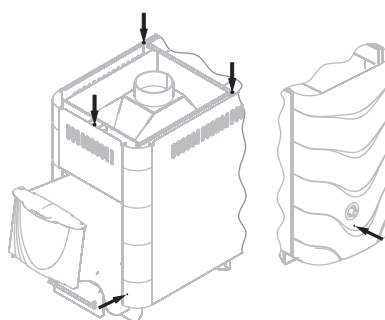

Bild 14. Bohrschrauben für Demontage Ofenkonvektors
3. 6 Bohrschrauben losmachen, Konvektor abnehmen (Bild 14)